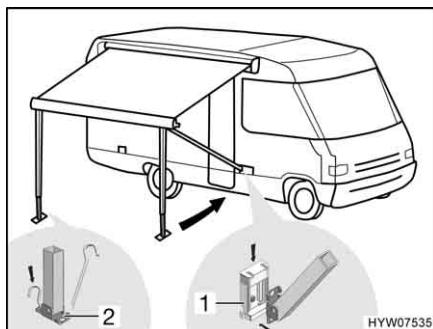

Fig. 25 Fissaggio dei montanti di supporto
- Incastrare i montanti di supporto nei supporti (Fig. 25,1) sul veicolo (se presenti), oppure fissarli sul terreno con dei puntelli (Fig. 25,2).